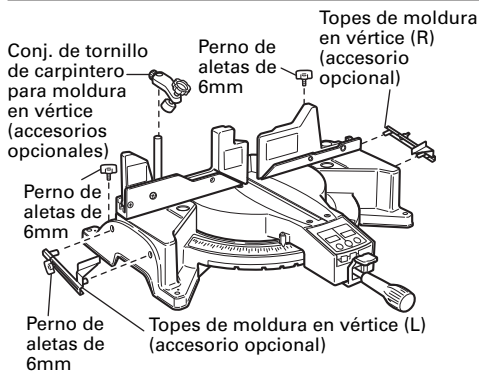

Fig. 41-a
- (1) Las topes de moldura en vértice (L) y (R) (accesorios opcionales) permiten facilitar los cortes de la moldura en vértice, sin inclinar la hoja de sierra. Instálaslas en ambos lados de la base, tal como se muestra en la Fig. 41-a. Después de la inserción, apriete el perno de aletas de 6mm para asegurar los topes de moldura en vértice.